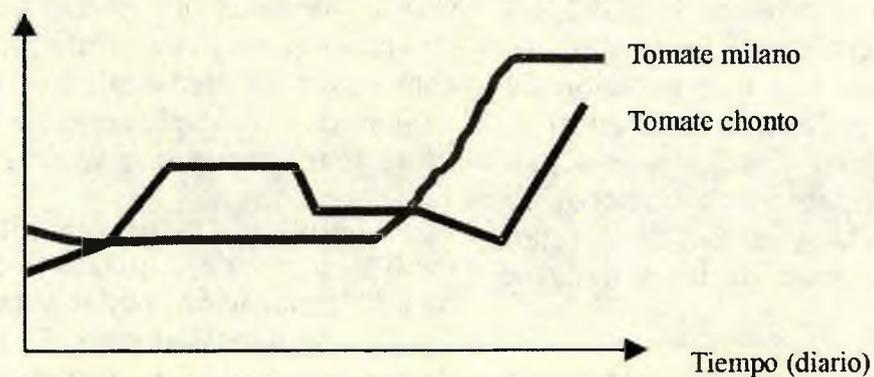

FIGURA 9. Variación del mercado con relación al tiempo.
- Mercadeo. Se debe tener en claro los puntos de equilibrio, funciones lineales, cuadráticas y las fracciones. (figura 9).